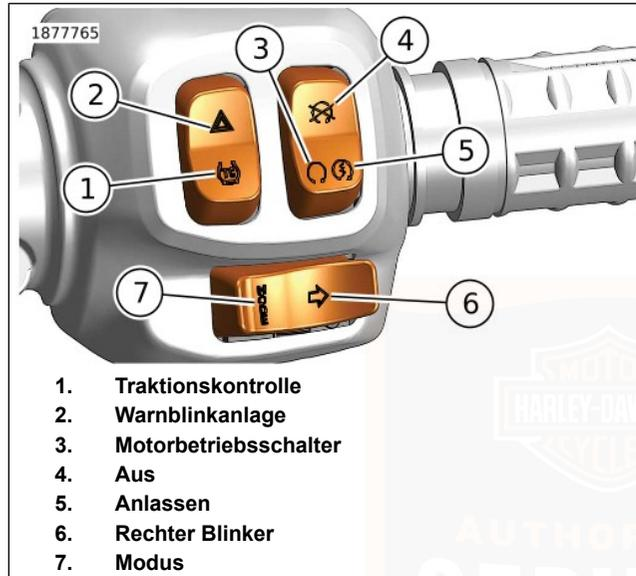

Abbildung 27. Rechtes Handbedienmodul (RHCM)
Siehe Abbildung 27. Der Schalter für die Traktionskontrolle aktiviert und deaktiviert die Traktionskontrolle bei entsprechend ausgestatteten Fahrzeugen. Siehe Tabelle 30.
Siehe Abbildung 27. Der Warnblinkerschalter (2) dient zur dauerhaften Aktivierung des Vierfach-Warnblinkers bei einem liegengebliebenen Motorrad. Mithilfe der Warn blinker kann das Motorrad mit ausgeschalteter Zündung zurückgelassen werden, bis Hilfe geholt wird. Siehe Tabelle 30.
1. Während der Motorbetriebsschalter auf RUN (Ein) (3) steht, auf den Warnblinkanlagenschalter drücken, um die Vierfach-Warnblinkanlage zu aktivieren.
Siehe Abbildung 27. Den Motorbetriebsschalter auf OFF (Aus) (4) stellen, um den Motor abzustellen. Siehe Tabelle 30.
Siehe Abbildung 27. Den Motorbetriebsschalter auf RUN (Ein) (3) stellen, damit der Motor starten und laufen kann. Der
1. Siehe Abbildung 27. Den Motorbetriebsschalter auf RUN (Ein) (3) stellen. Das Getriebe in den Leerlauf schalten. Die (grüne) Leerlauf-Kontrollleuchte leuchtet auf. Siehe: FUNKTIONSWEISE > ANLASSEN DES MOTORS (Seite 104).
2. Den Anlasser durch Drücken des Anlasserschalters (5) betätigen.
Siehe Abbildung 27. Den rechten Blinkerschalter (6) zur Aktivierung des rechten Blinkers betätigen. Siehe Tabelle 30.
Siehe Abbildung 27. Die Modustaste (7) drücken, um den Fahrmodus zu ändern. Siehe: FUNKTIONSWEISE > FAHRMODI (Seite 102). Siehe Tabelle 30.